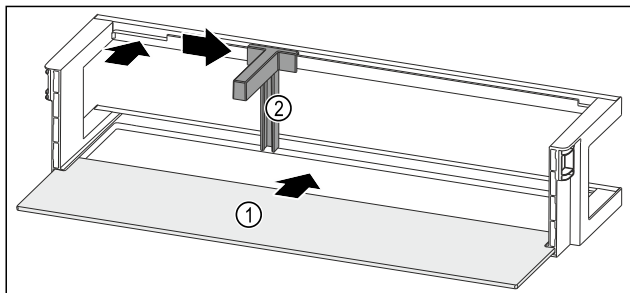

Fig. 216 Balconcino controporta con ripiano
- Inserire il ripiano Fig. 216 (1) negli incavi laterali.
- Inserire il fermabottiglie Fig. 216 (2) nell'incavo.
- Fare scorrere il fermabottiglie Fig. 216 (2) lateralmente alla posizione desiderata.